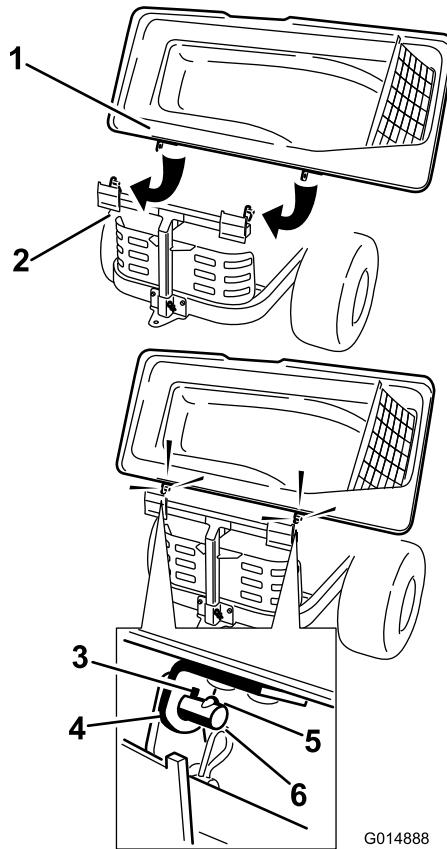

Figura 17
1. Installate il coperchio del sistema di raccolta sul relativo telaio. Girate il coperchio del sistema di raccolta per allineare i fori della chiavetta nelle staffe superiori del sistema di raccolta alle chiavette previste nei colonnini del relativo telaio (Figura 17). Spingete le staffe sui colonnini e girate il coperchio del sistema di raccolta per abbassarlo in posizione di servizio.